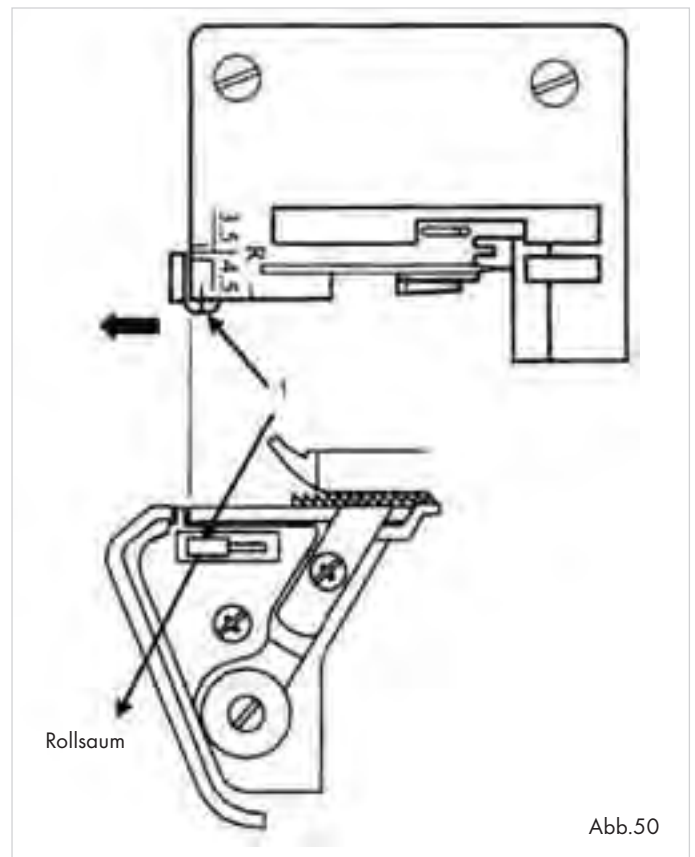

Abb.50
- Schieben Sie den Nahtbreitenschalter **23** auf „R“, damit der Nahtbreitenfinger zurückgeschoben wird (1) (Abb. 50).